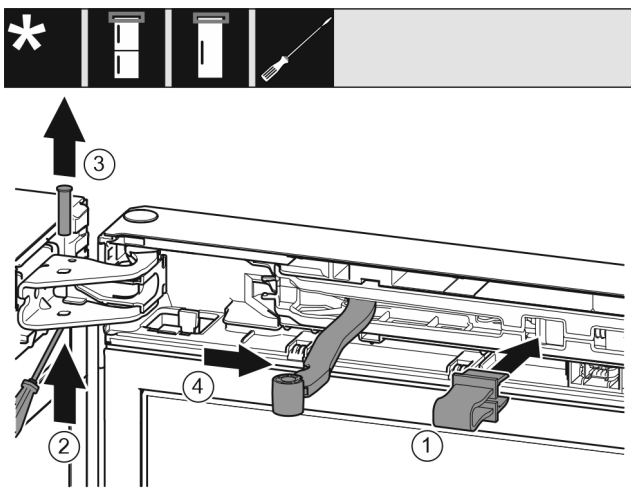

Fig. 9
- Kapni siguresën Fig. 9 (1) në vrimën përkatëse.
- Zhvidhosni bulonin Fig. 9 (2).
- Nxirrni jashtë bulonin Fig. 9 (3) duke e ngritur lart.
Ktheni menteshën Fig. 9 (4) në drejtimin e derës.